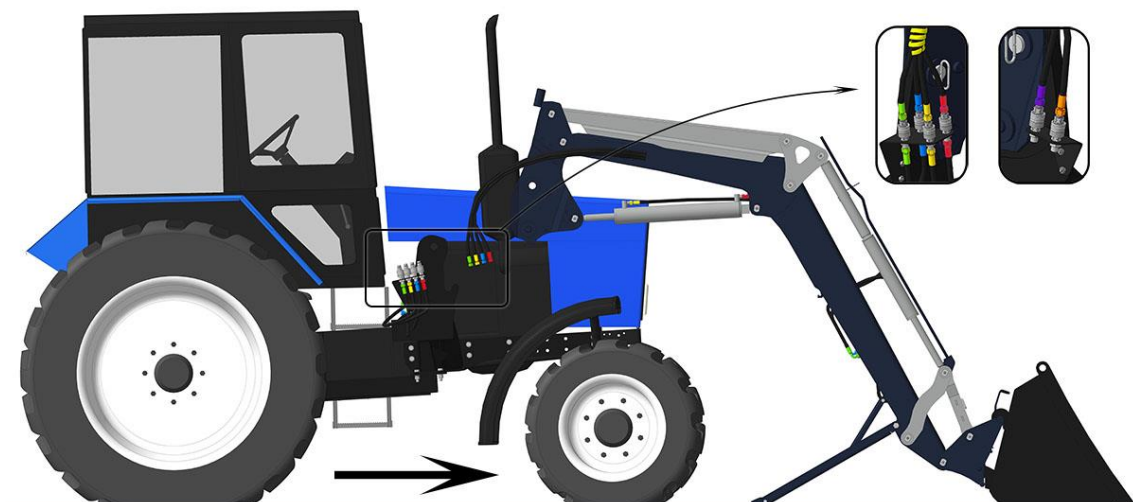

Рис. 2.8 – Подключение гидросистемы погрузчика Универсал
- Подсоедините гидросистему трактора к погрузчику (рис. 2.8).